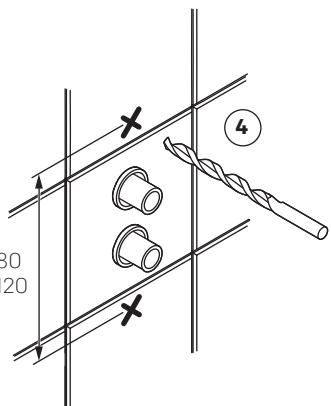

Fig. 1
Alla infästningar i våtzon 1 och 2 ska tätas, se "Fig. 1" eller "Fig. 2". Material för tätning ska fästa mot underlaget och vara vattenbeständigt, mögelresistent och åldersbeständigt.
4. The screw mountings should be of a sturdy design, for instance made of concrete, wooden studs, wooden nogging pieces or a design that has been tested and approved for mounting, e.g. pad design. All attachment points must be sealed. See "Fig. 1" or "Fig. 2". The sealant material must attach firmly to the underlying surface and be water-resistant, mould-resistant and non-ageing.
4. Skruinnfestinger skal gjøres i betong eller annen massiv konstruksjon, trebjelker, trestendere eller i konstruksjon som er testet og godkjent for innfesting, feks. platekonstruksjon. Alle innfestinger skal tettes, se "Fig. 1" eller "Fig. 2". Materialer for tetting skal feste mot underlaget og være vannbestandig, muggresistent og aldersbestandig.